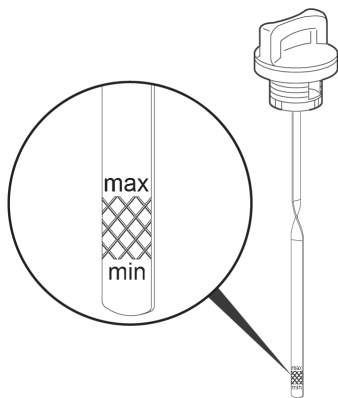

Рис. 17 Уровень масла в картере двигателя
9. Установите крышку-щуп в отверстие маслозаливной горловины, не закручивая ее. Аккуратно вытащите щуп и осмотрите его. Уровень масла должен соответствовать верхней отметке «max» на щупе (Рис. 17).